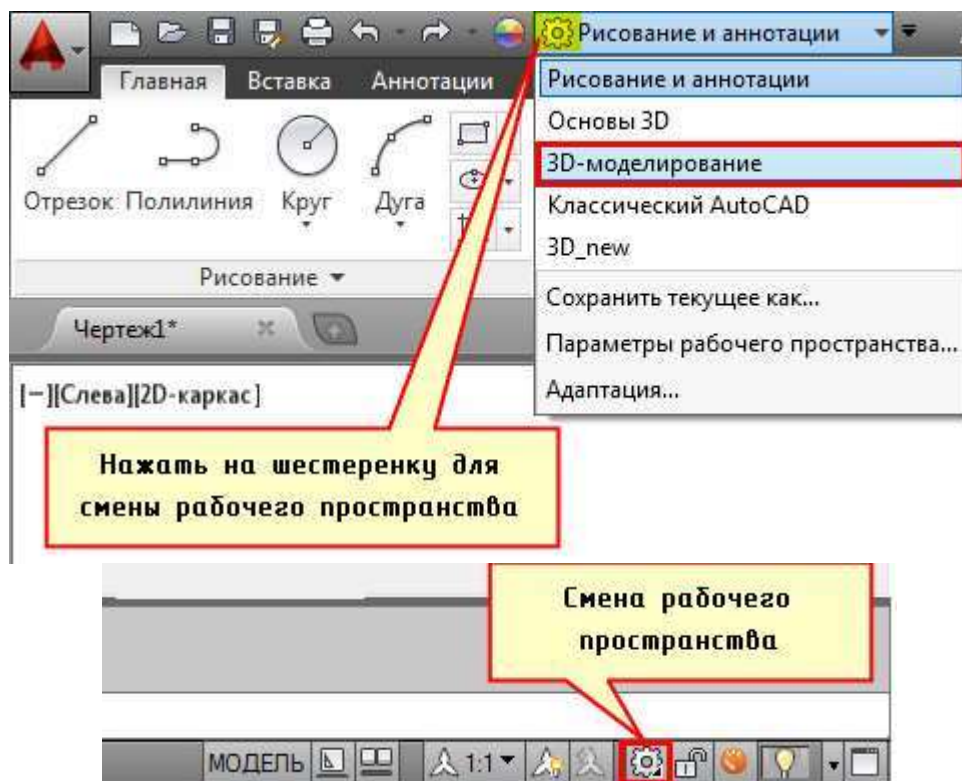

Рисунок 92 –Смена рабочего пространства
**3D моделирование в AutoCAD** начинается со смены рабочего пространства и выбора подходящего вида (изометрии). По умолчанию в последних версиях программы стоит рабочее пространство «2D рисование и аннотации», которое не подходит для трехмерного моделирования. Его следует изменить на 3D-моделирование (см. рис.92)..
Чтобы сменить рабочее пространство, нужно нажать на шестеренку либо в верхнем левом углу программы, либо в правом нижнем углу, как показано на рис.92